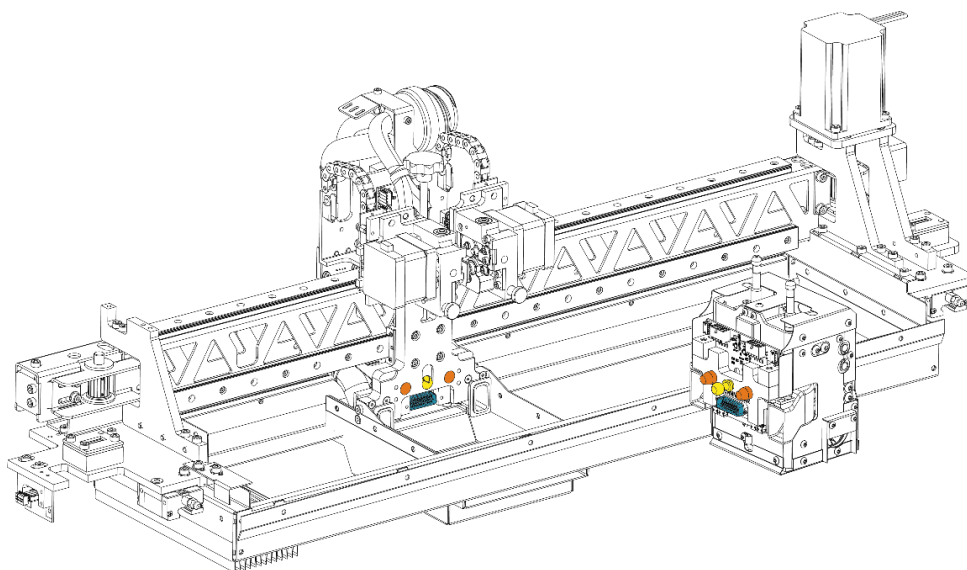
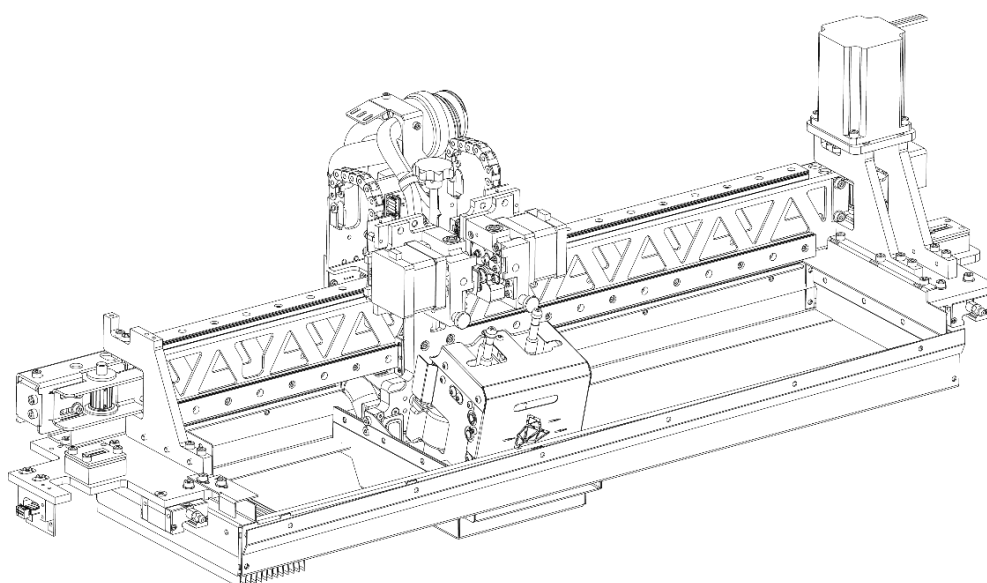

Рис. 56. Монтаж печатного модуля, шаг 1
Рис. 57. Монтаж печатного модуля, шаг 2
8. Прикрепить вилку модуля (рис. 56, синий) к разъему на пластине каретки модуля (рис. 56, синяя). Аккуратно вставить вилку в разъем (рис. 57). Два позиционирующих штифта (рис. 56, оранжевый) и шаровый палец (рис. 56, желтый) позволят выставить модуль в правильном положении. Следует проявлять осторожность, чтобы не поцарапать переднюю крышку модуля во время установки.